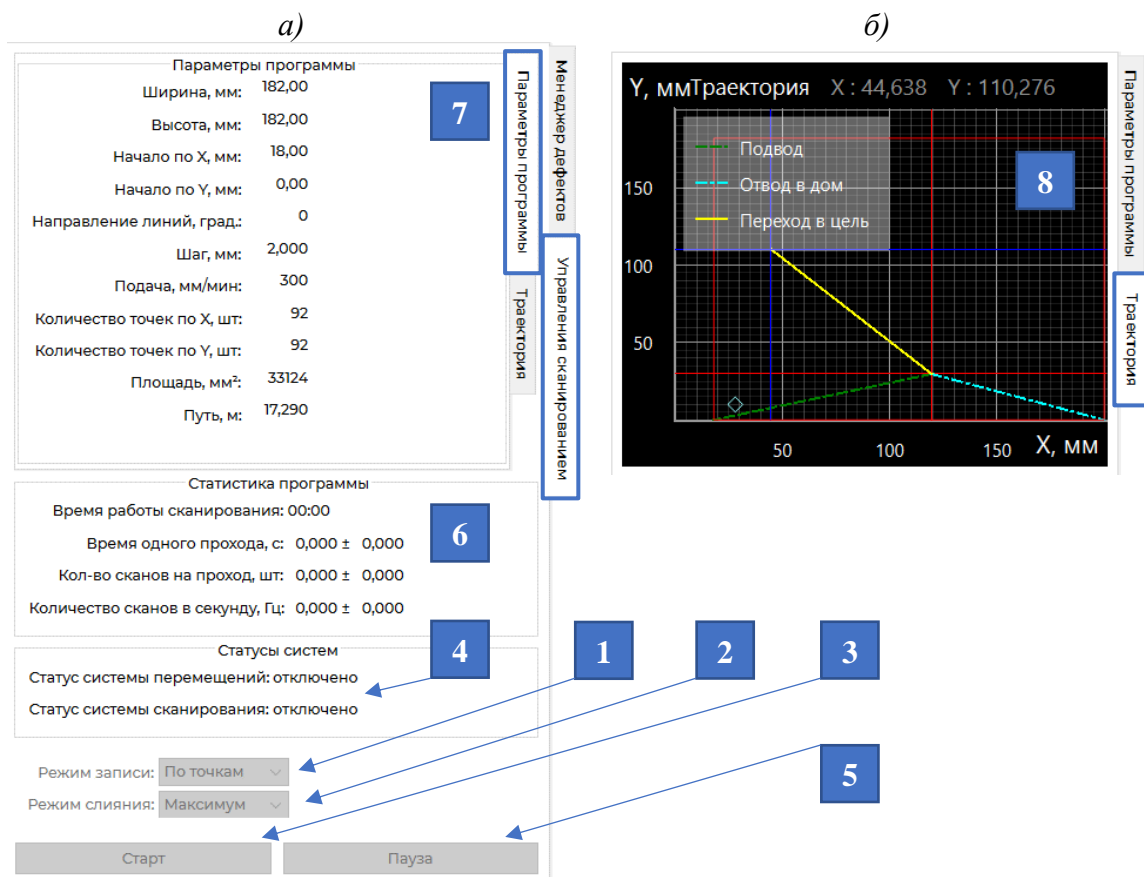

Рис. 21 – Управление сканированием, а) – Панель управления сканированием
3. Выбрать **режим записи** (рис.21а, п.1) из доступных для данной системы перемещений;
Сводная информация о параметрах и показателях траектории собрана на вкладке «Параметры программы» (п.7), Текущее положение преобразователя отображается на вкладке «Траектория» (рис.21б, п.8).